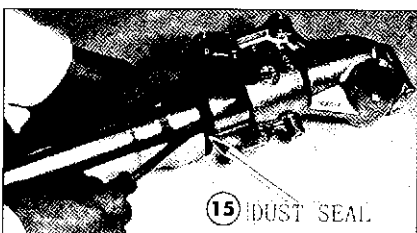

Fig. 6
- 7) Das vollständige Pumpenelement und die Zentrierbuchse vom äusseren Rohr entfernen (Bild 6).
- 7) Remueva el elemento de bombeo y el manguito de centrage con el tubo exterior (Fig. 6).